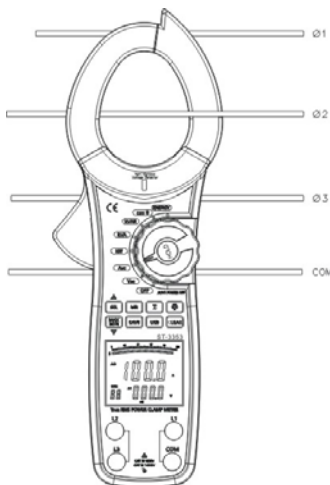

Figura 5
B. Medição de corrente AC (display principal) + tensão AC (display secundário) (veja figura 5)